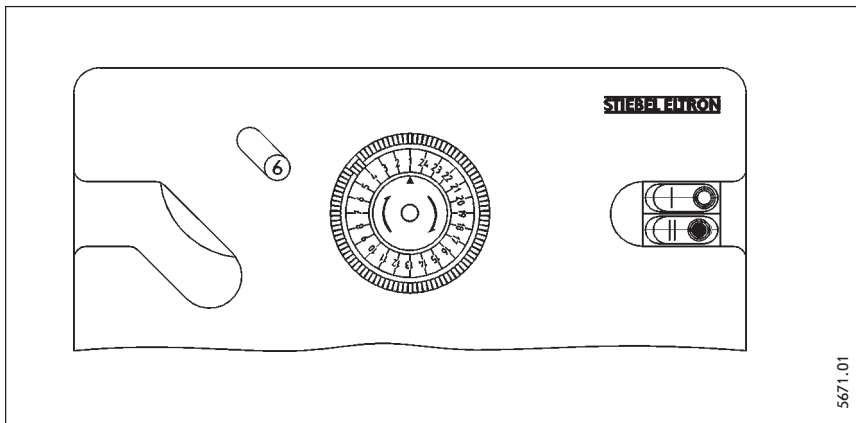

Рис. 7
**Режим обогрева - 2000 Вт (рис.7)**